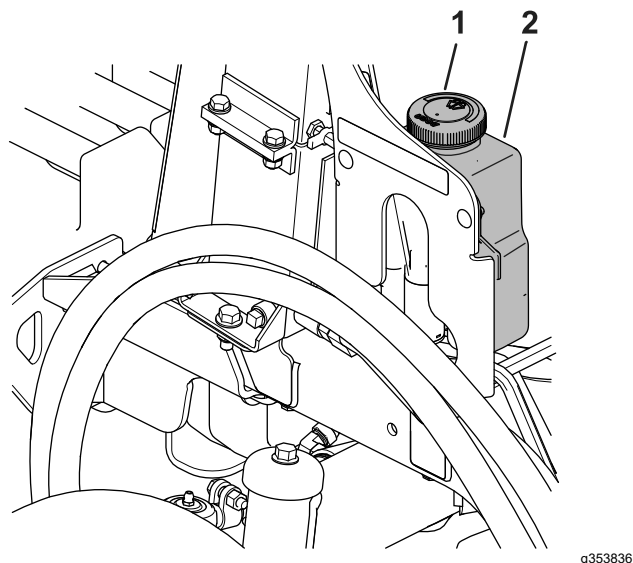

**Bild 85**
1. Entfernen Sie den Deckel (Bild 85) vom Flüssigkeitsbehälter.